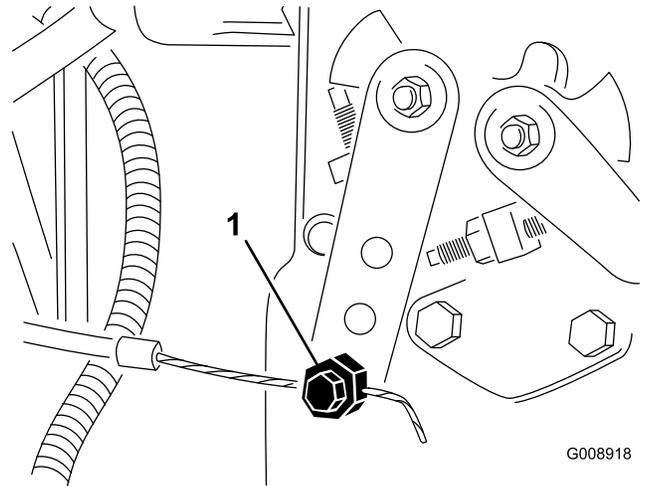

Figure 74
- Desserrez le connecteur du câble d'accélérateur sur le bras du levier de la pompe d'injection (Figure 74).